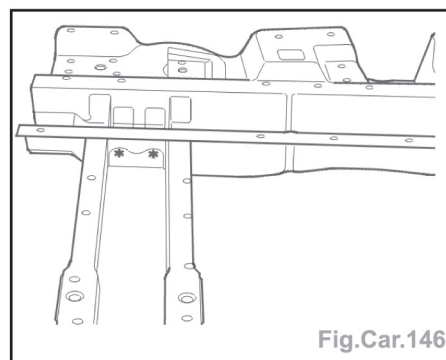

Fig.Car.146
- Découper par fraisage des points (opération symétrique) et déposer la traverse d'assise AR (Fig.Car.146).